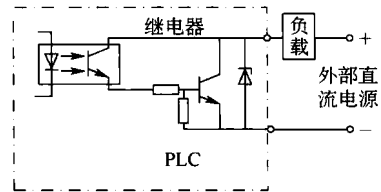

图 1-18 晶体管输出(源型)
2) 晶体管输出。如图 1-18 所示，晶体管输出采用光电隔离，有较高的接通、断开频率，但只能用于直流负载。